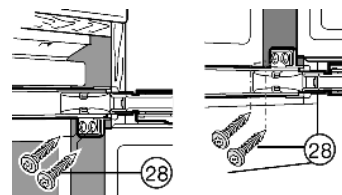

Fig. 17
- На обеих дверцах прикрутите винтами для стружечной плиты *Fig. 17 (28)* вверху и внизу через серги шарнира.